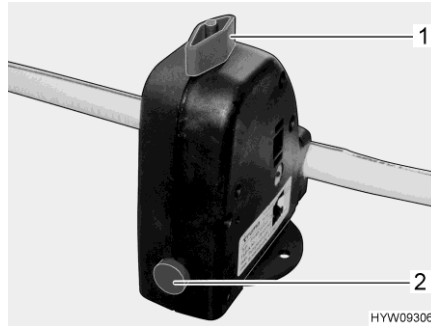

Bild 97 Sicherheits-/Ablassventil (Truma)
- Sicherheits-/Ablassventil (Bild 97) schließen. Dazu den Drehknopf (Bild 97,1) quer zum Sicherheits-/Ablassventil drehen und den Druckknopf (Bild 97,2) eindrücken. Das Sicherheits-/Ablassventil ist unter der Sitzbank vor der Heizung eingebaut. Bei Temperaturen unter 6 °C lässt sich das Sicherheits-/Ablassventil nicht schließen.